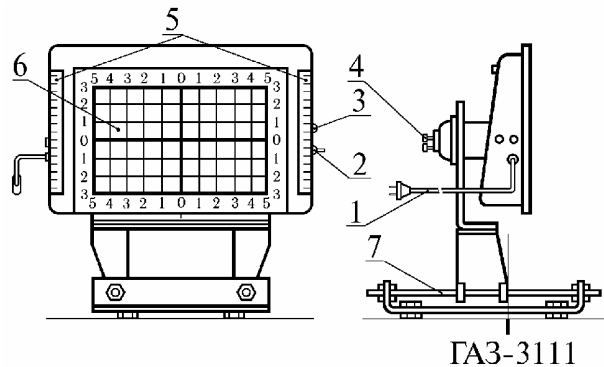

Рис. 2. Общий вид блока контроля углов:
3.5. Подключить оба БКУ к розетке 220 В при помощи соединительных кабелей 1 (рис. 2).